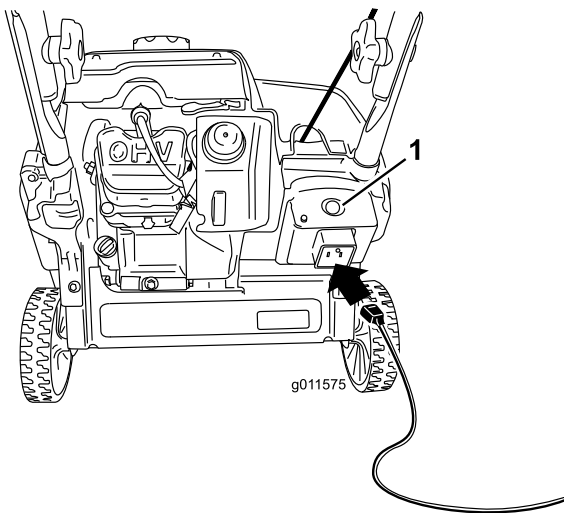
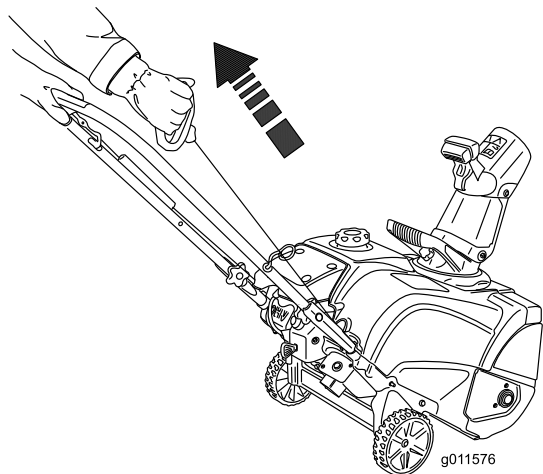

Figura 19
Figura 20
4. Collegare una prolunga a una fonte di alimentazione elettrica e alla macchina, quindi premete il pulsante di avviamento elettrico (soltanto modello 38283) (Figura 19) oppure tirate la maniglia dell'avviatore autoavvolgente (Figura 20).